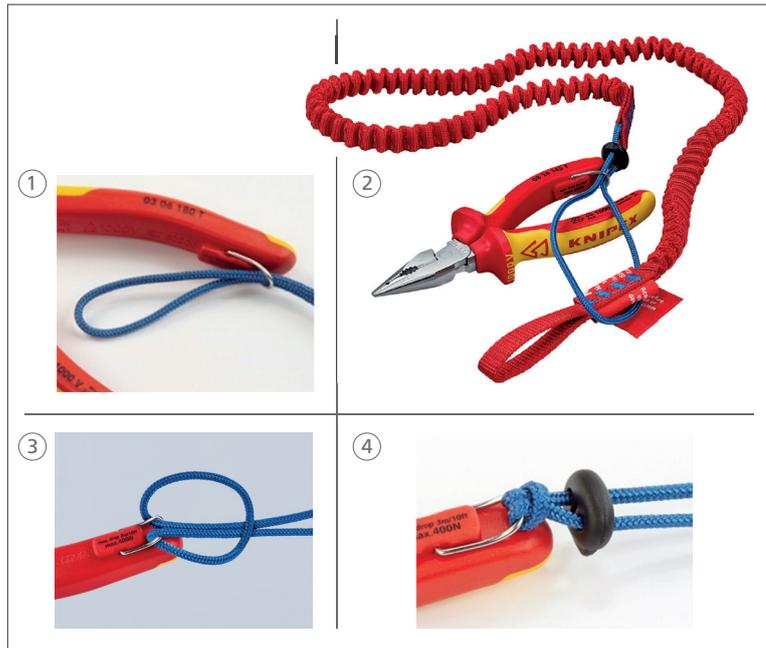

Figure 8: Attache avec boucle
- Le point de fixation d'outils KNIPEX doit seulement être attaché à l'aide de la boucle (voir la figure 8).